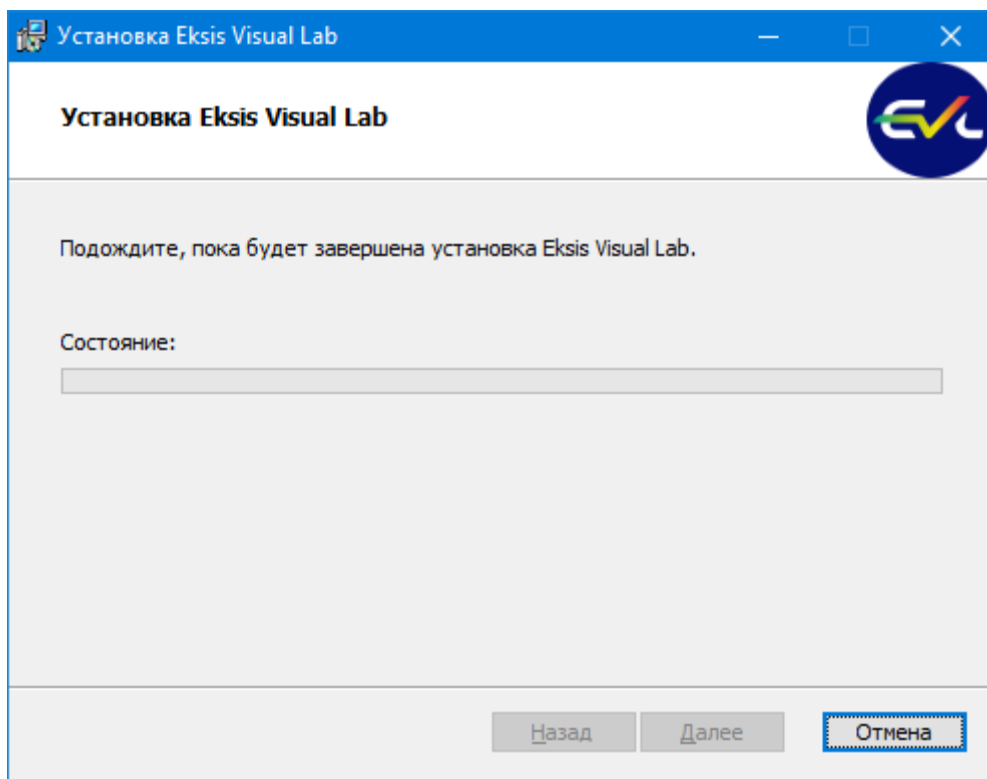

Рис. 2.6. Ход процесса установки программы
5. Ожидание установки (рис. 2.6). Заполнение полосы прогресса отражает ход процесса установки программы.